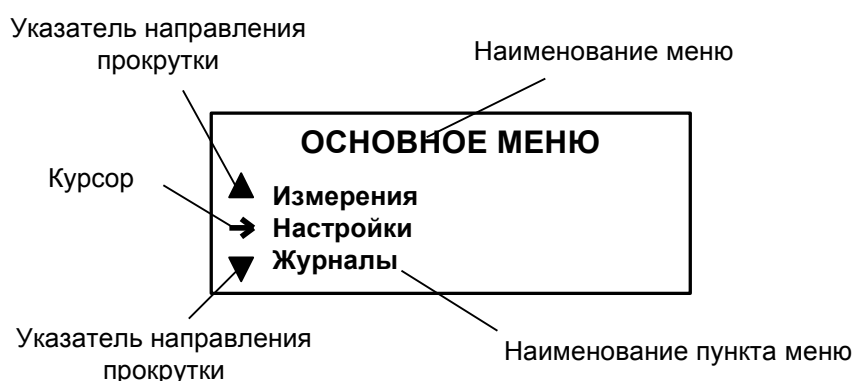

Рис. 1. Вид основного меню.
1.1.1. Для управления расходомером с клавиатуры ВП используется многоуровневая система меню (Приложение А), состоящая из основного меню, подменю и окон, содержащих списки команд и параметров. Основное меню (рис.1) имеет неизменный состав. Состав и структура подменю и окон, а также возможности модификации установочных параметров определяются режимом работы расходомера.
1.1.3. Индикация на дисплее состоит из наименования меню (окна), расположенного неподвижно в первой строке дисплея жидкокристаллического индикатора (ЖКИ), и наименований пунктов меню (параметров), которые могут смещаться вверх или вниз (рис.1).
1.1.5. Одновременно на дисплее может индицироваться не более 3-х строк (пунктов меню, параметров из списка). Поэтому в начале первой и последней строк пунктов (параметров) могут располагаться указатели направления прокрутки в виде треугольников (рис.1), вершины которых направлены в стороны возможного перемещения курсора по строкам (пунктам меню, параметрам).